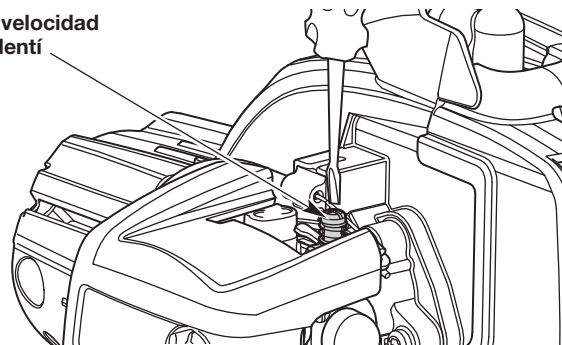

Fig. 20
- Si el motor se para, use un destornillador Phillips pequeño para girar el tornillo de velocidad de ralentí en el sentido de las agujas del reloj, 1/8 de giro cada vez (según sea necesario) hasta que el motor funciona al ralentí de manera uniforme (Fig. 20).
- Si el motor funciona al ralentí demasiado rápido, gire el tornillo de velocidad de ralentí en el sentido contrario de las agujas del reloj, 1/8 de giro a la vez (según sea necesario) para reducir la velocidad de ralentí (Fig. 20).